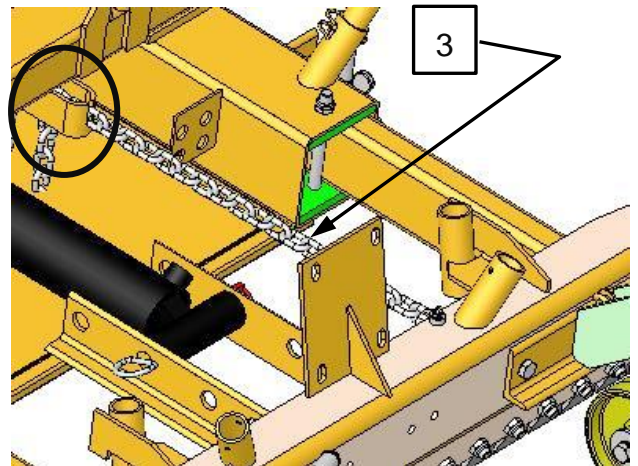

Rys. 5
Oba łańcuchy do ustawiania kąta przystawienia (1) na górnych końcach zawieszenia łańcuchowego usunąć i odłożyć w kierunku na zewnątrz na podłogę (Rys. 5).